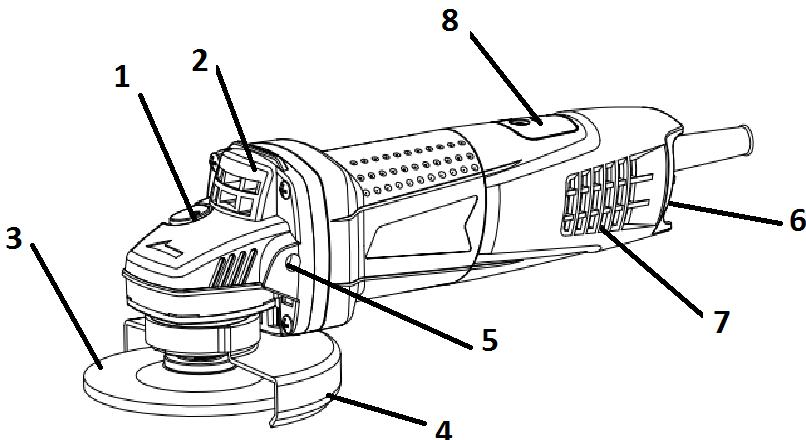

Рисунок 1
Зовнішній вигляд кутової шліфувальної машини електричної **TAG-12/950 VC** показаний на рис. 1.
2.2.1 Конструкція виробу складається з одноступеневого редуктора з конічними шестернями в металевому корпусі (2), який приєднаний до пластикового несучого корпусу з колекторним двигуном змінного 1-фазного струму, перемикачем (6), вентиляційними сітками (7), мережевим шнуром живлення згідно з рис.1. Вихідний вал редуктора розташований перпендикулярно осі двигуна і є робочим шпинделем для приєднання змінних насадок (абразивних дисків) (3) з фіксацією затискою гайкою, або накрученими на шпиндель. На металевому корпусі (2) виконані нарізні монтажні отвори (7) для встановлення передньої рукоятки, та хомутовим з'єднанням закріплений захисний кожух (4) з можливістю фіксованого позиціонування по колу. Для фіксації шпинделя під час зміни дисків (3) в корпусі редуктора (2) передбачений кнопковий фіксатор (1). Електрична частина виробу складається з колекторного однофазного електродвигуна змінного струму, вимикача електроструму, з'єднувальних проводів і мережевого шнура. Захист від ураження електричним струмом користувача у виробу відповідає класу II за ДСТУ EN 61140:2015.